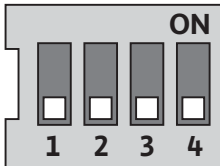

Fig. 29: Interruptor DIP
Os interruptores DIP (fig. 9, pos. 6/fig. 29) encontram-se sob a cobertura da caixa.